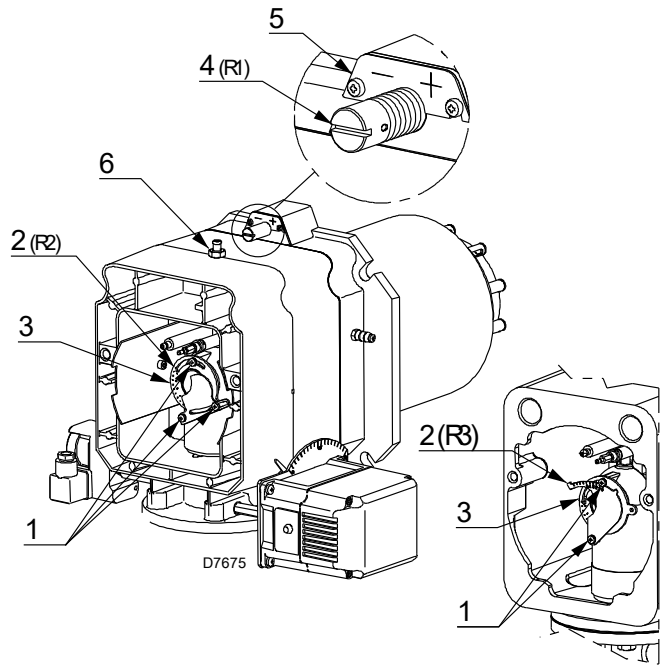

图 20
- ▶ 旋转螺丝 4) (图 20) 直到找到的刻槽与法兰的前表面 5) 对齐。
- ▶ 拧松 3 个螺钉 1) (图 20) 并旋转环形螺母 2)，直到找到的刻槽与螺钉 3) 对齐